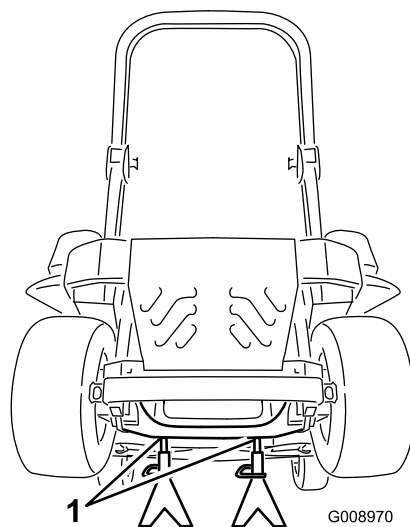

Figura 80
3. Levante la máquina y apóyela sobre gatos fijos (Figura 80).
9. Retire los soportes y baje la máquina (Figura 80).